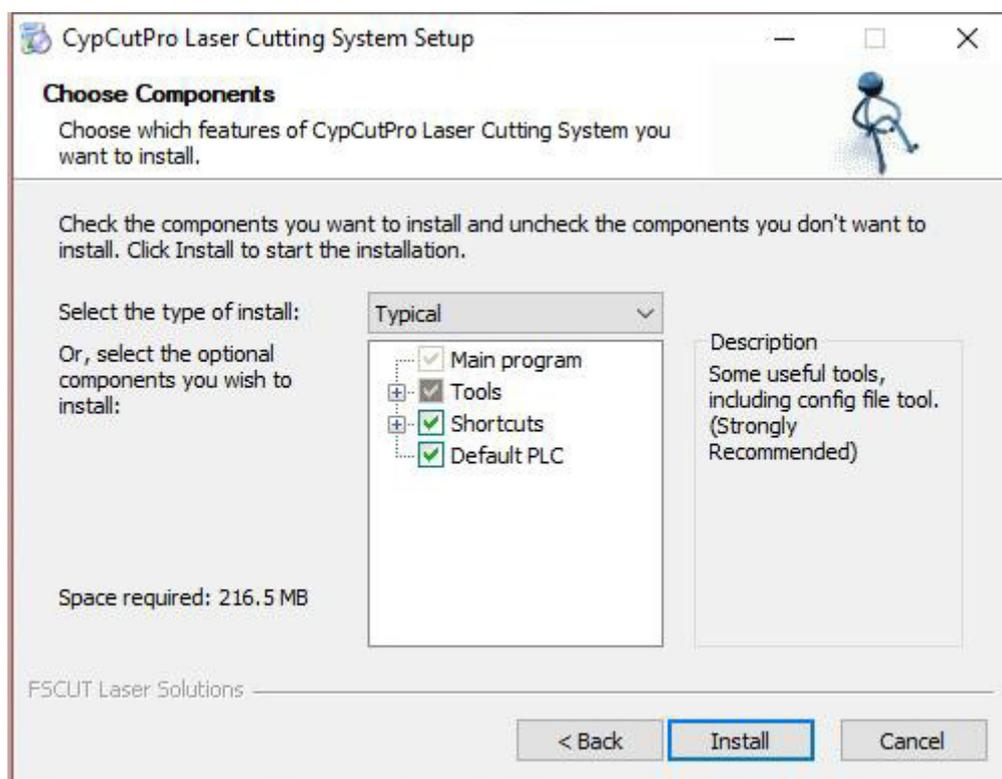

Рис. 7. Выбор драйвера
1. Использовать CypCutPro для установки драйвера, выберите драйвер при установке CypCutPro, как показано на Рис. 7. Драйвер ВМС2282 будет установлен автоматически.